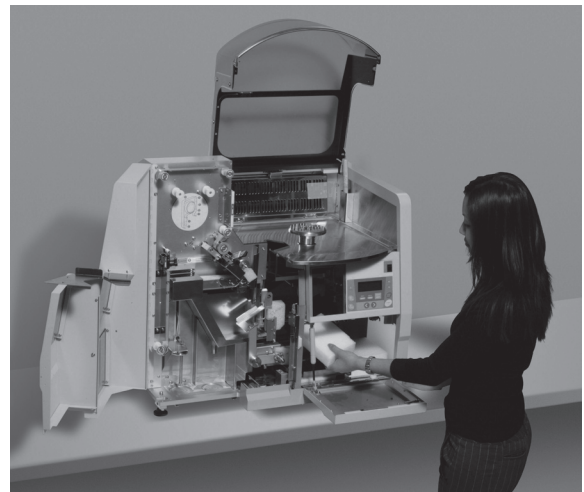

Bild 2-E
9. Öffnen Sie die Film Tür und entfernen Sie vorsichtig alle Klebestreifen die zur Sicherung der Teile dienten. Entfernen Sie die Styropor Keile aus dem Eindeckbereich (Bild 2-E). Entsorgen Sie diese Teile erst, wenn sichergestellt ist, dass das Gerät richtig funktioniert.